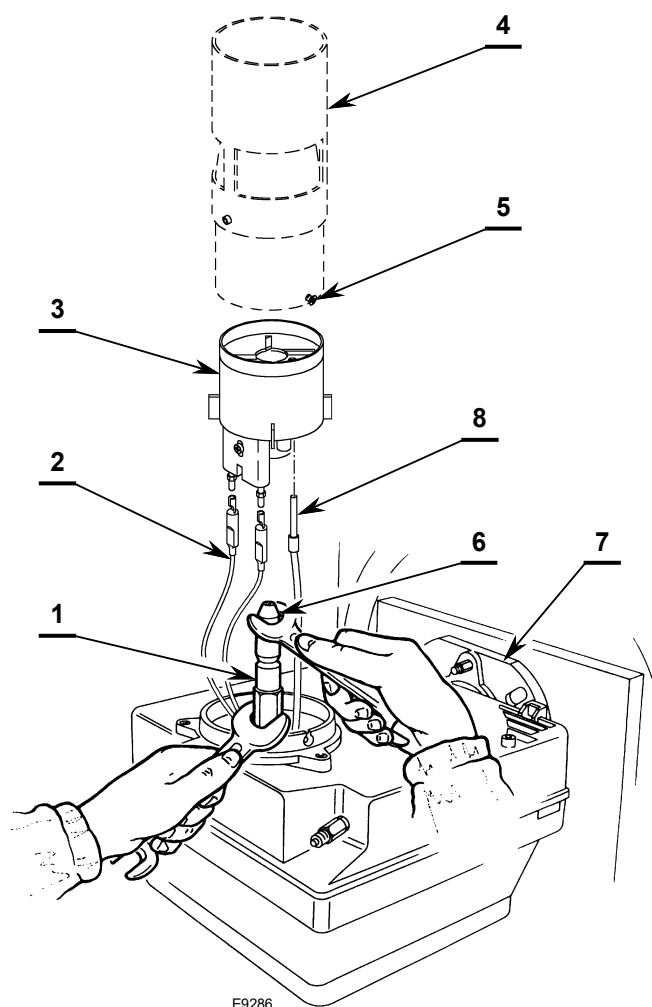

Fig. 14
- Agganciare il bruciatore alla flangia 7)(Fig. 14), allentare le viti 5) quindi sfilare il gruppo boccaglio 4).
- Allentare la vite 4)(Fig. 14) per togliere il gruppo supporto elica 3) dal gruppo portaugello 1).
- Svitare completamente la vite di fissaggio 4)(Fig. 14) per sfilare la fibra ottica 8) dal gruppo supporto elica 3).
- Sostituire e avvitare correttamente l'ugello 6) stringendolo come mostrato in Fig. 14.